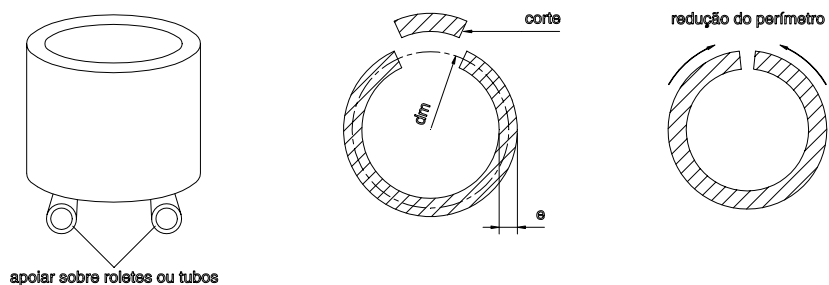

Figura 1 - Esquema do ensaio
- 5.1 Posicionar cada corpo-de-prova sobre 2 roletas ou tubos lisos, que permitam o livre movimento de contração diametral, conforme Figura 1.
- 5.6 Cortar e retirar um segmento de arco do corpo-de-prova, ao longo de toda sua extensão, com largura aproximada de 1/12 do perímetro do tubo (ângulo aproximado de  $30^\circ$ ), conforme Figura 1.